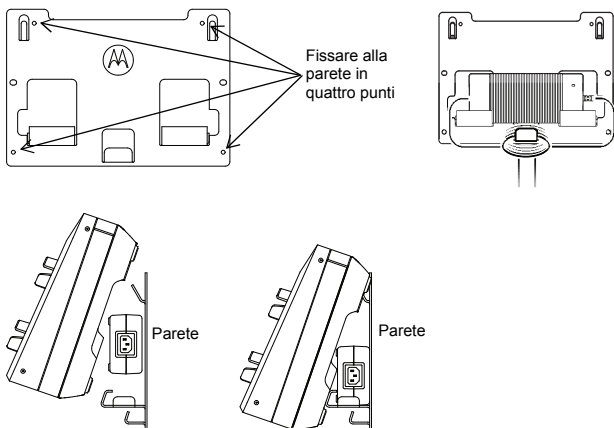

Figura 4: Montaggio del caricabatteria multiunità alla staffa a parete
4. Agganciare il caricabatteria multiunità alla staffa a parete come mostrato nella Figura 4.